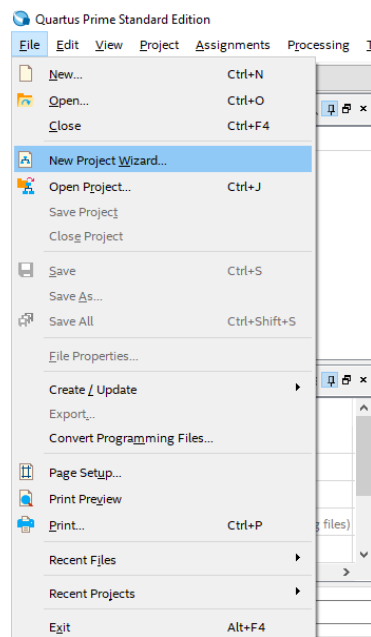

Figura 4. Creación de un nuevo proyecto.
3. Proceda a crear un nuevo Proyecto seleccionando la opción **File**→**New Project Wizard** como se observa en la Figura 4. Aparecerá la ventana de Introducción, luego da clic en **Next**.